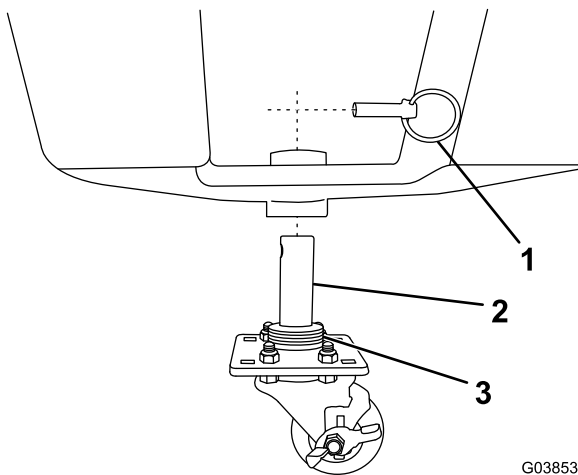

Figura 6
5. Coloque la zapata de la rueda giratoria pequeña en el portazapata central y fíjelo con un pasador de seguridad (Figura 6).